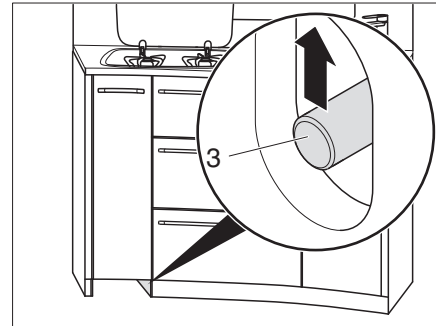

Fig. 124 Déverrouiller les tiroirs de cuisine
- Pousser la tige de poussée (Fig. 124,3) vers le haut.